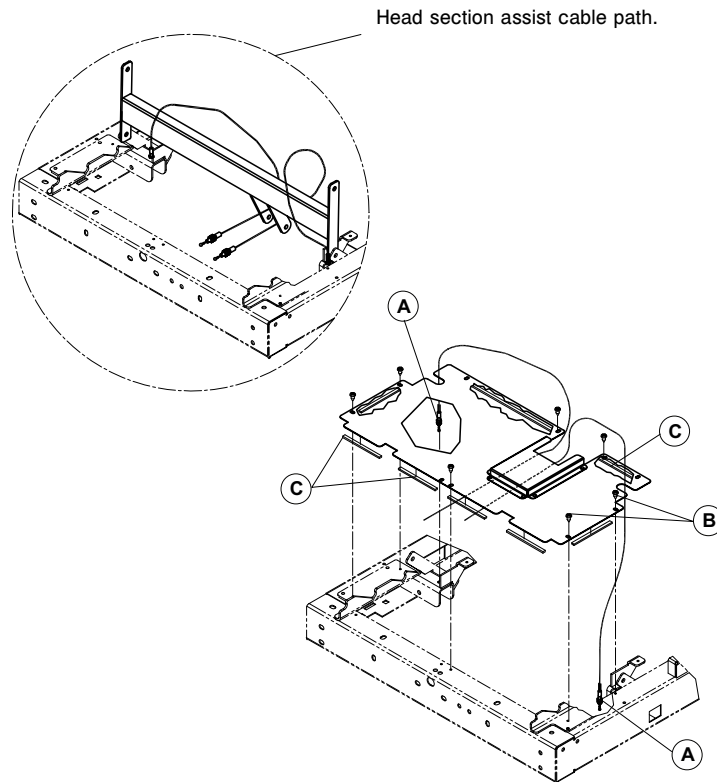

Figure 21 – Câble d'assistance de la section tête
5. À l'aide de deux clés mixtes de 7/16 po, desserrer les deux écrous (A) aux extrémités du câble défectueux. Noter le chemin du câble et la manière dont les extrémités sont montées à leurs points de fixation (Figure 21). Retirer le câble.